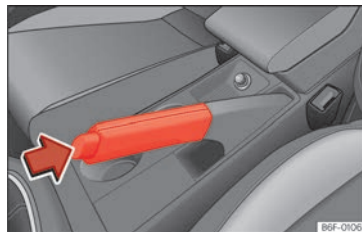

Abb. 117 Parkbremse zwischen den Vordersitzen.
»» **[Abb. 117]**.
- Ziehen Sie den Hebel etwas nach oben, drücken Sie die Entriegelungstaste in Pfeilrichtung »» **[Abb. 117]** und führen Sie den Parkbremshebel ganz nach unten »» **△**.